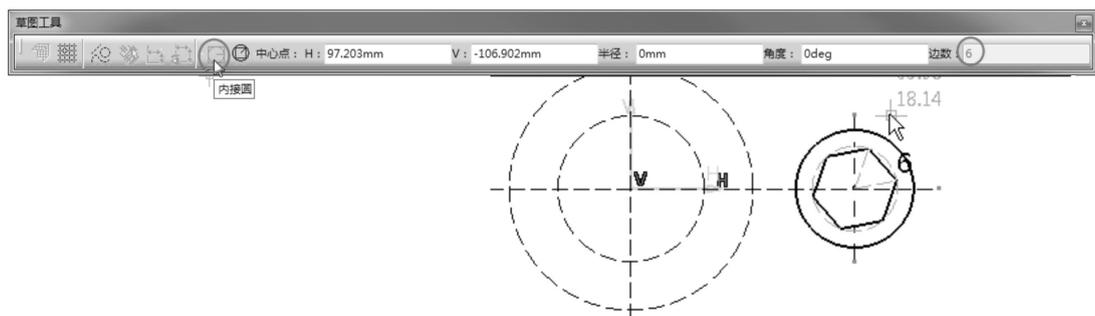

图 5-132
- 在“轮廓”工具栏中单击“多边形”按钮, 选择右侧小圆的圆心作为多边形的圆心，接着在“草图工具”工具栏中单击“内置圆”按钮, 确定多边形内接圆的半径在垂直方向后，保持默认的边数为 6，再单击完成正六边形的绘制，如图 5-132 所示。